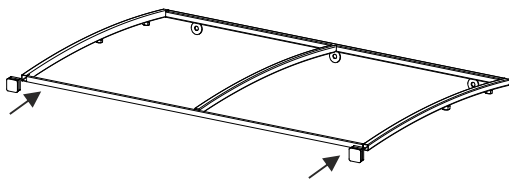

Рис. 1
1. Возьмите пластиковые заглушки из комплекта поставки и установите их в отверстия рамки. *Рис. 1.*